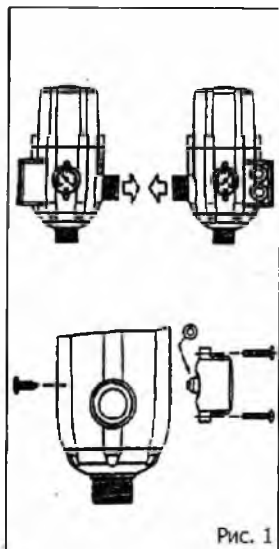
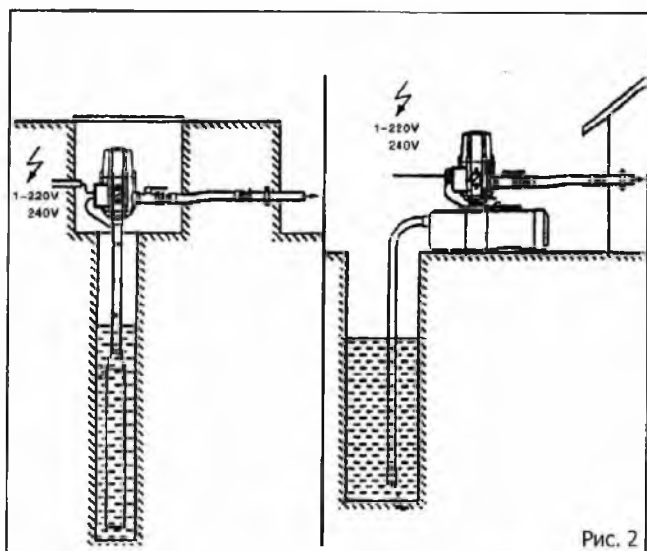

Рис. 1
Рис. 2
1. Манометр может быть вмонтирован на одной из двух сторон блока автоматики (рис. 1), при помощи кольцевого уплотнения и двух крепежных винтов. Выбрав удобное расположение манометра, с противоположной стороны заглушите отверстие при помощи винта без использования какого-либо уплотнения. Установите блок автоматики строго в вертикальном положении (рис. 2) в любой точке, расположенной между подачей насоса и первой точкой водоразбора (кран) таким образом, чтобы входное отверстие (наружная резьба 1") соединялось с направлением выхода потока воды из насоса, а боковое выходное отверстие (наружная резьба 1") соответствовало направлению потока в трубопроводе. Удостовериться в полной герметичности гидравлических соединений. В случае использования элекронасоса с максимальным давлением свыше 10 бар необходимо установить редуктор давления на входе в блок автоматики.